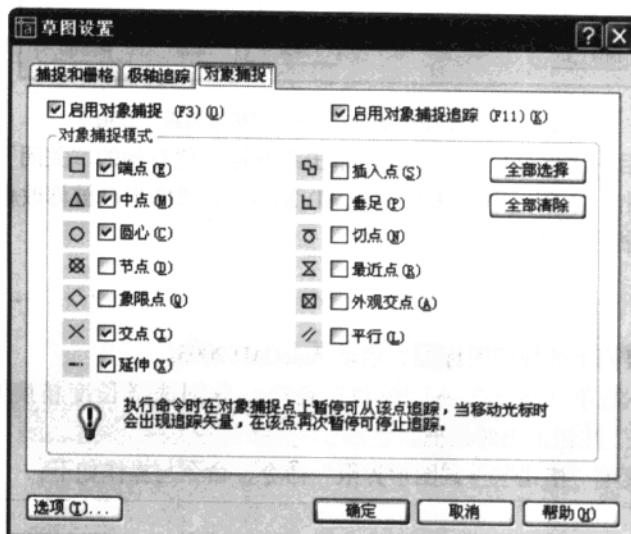

图1—16 “草图设置”对话框：“对象捕捉”选项卡
(4) 极轴追踪模式的设定 利用极轴追踪模式可方便地捕捉到所设角度线上的任意点。在图1—15中，单击“极轴追踪”选项卡，则对话框如图1—17所示。可在其中选择“启用极轴追踪”复选框，打开极轴追踪模式。在“增量角”下拉列表中选择一个递增角度。如果没有所需的角度，可单击“新建”按钮，在附加角下方的列表中输入该角度（用“新建”按钮可在此表中创建一些需用的附加角度，但这些角度均非递增角度，用“删除”按钮可将其删除）。在极轴追踪过程中应用附加角度，还需选择“附加角”复选框。最后单击“确定”按钮退出对话框。
(5) 正交模式的设定 正交模式可使所画图线只能沿坐标轴方向延伸。该模式不能和极轴追踪模式同时使用。要打开正交模式，只需单击状态栏中的“正交”按钮即可。